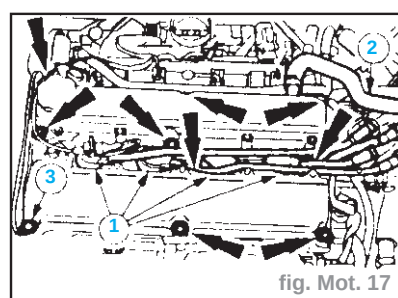

fig. Mot. 17
- Déposer le couvre-culasse : (fig. Mot. 17)
- débrancher les connecteurs de bougies (1),
- déposer le flexible de ventilation du carter (2),
- déposer les dix boulons (3) (ordre de desserrage : de l'extérieur vers l'intérieur en procédant en diagonale).